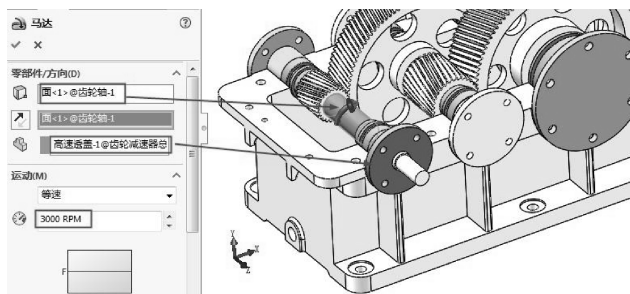

图 8-76 创建减速运动的马达
- 09 打开新的【运动算例 2】界面窗口。单击【马达】按钮，将马达添加到小齿轮上（将小齿轮作为主动齿轮，大齿轮作为从动齿轮），设置运动转速为 3000rpm，如图 8-76 所示。